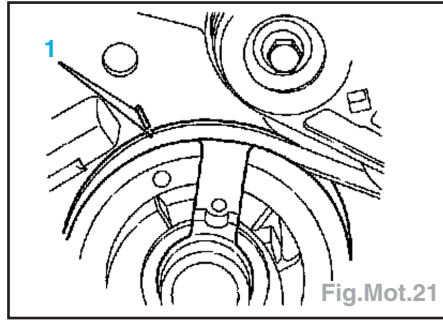

Fig.Mot.21
- Tourner le vilebrequin dans le sens de rotation du moteur et le mettre en position de PMH allumage du 4^{er} cylindre (1) (Fig.Mot.21).
- Faire tourner dans le sens de rotation le vilebrequin de 2 tours (720°) et le positionner sur le PMH allumage du 4^{ème} cylindre (Fig.Mot.21).
- Tourner le vilebrequin dans le sens de rotation du moteur et le mettre en position de PMH allumage du 4^{ème} cylindre (1) (Fig.Mot.21).